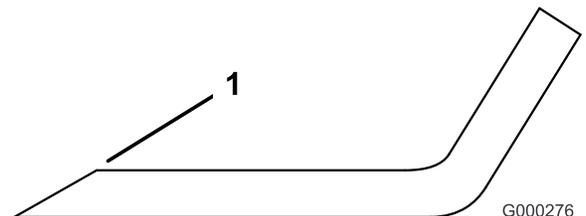

Figura 104
1. Utilice una lima para afilar el filo de corte en ambos extremos de la cuchilla (Figura 104).
Nota: Si la cuchilla no está equilibrada, rebaje algo el metal en la parte de la vela solamente (Figura 104).